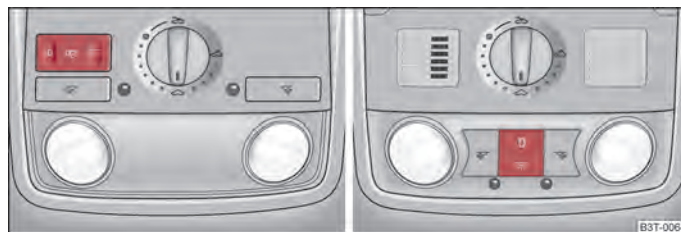

Fig. 41 Iluminación delantera del interior del vehículo
- Pulse el conmutador en la posición del símbolo  ⇒ fig. 41.
- Ponga el conmutador en la posición central. En vehículos sin vigilancia del habitáculo la posición central está señalizada con un símbolo  ⇒ fig. 41 - lado izquierdo.